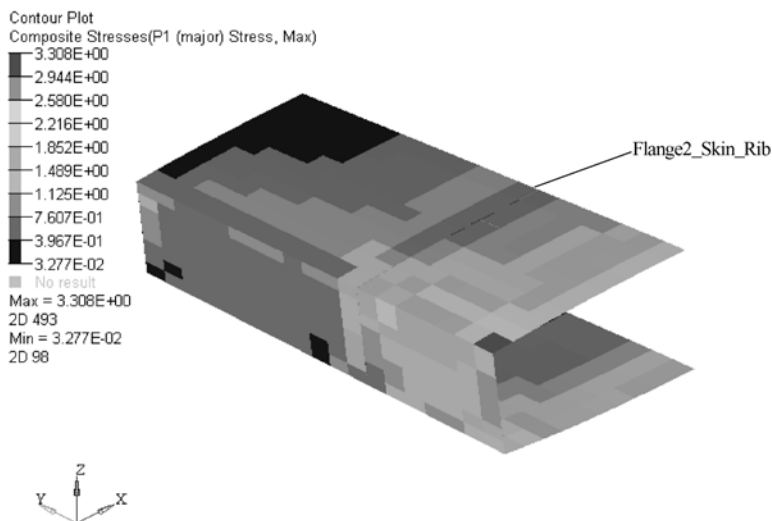

图 8-13 框架顶面的应力分布
(2) 单击 Close 按钮关闭信息窗口。
(3) 单击 Contour 面板工具栏 () 按钮。
(4) 单击 Result type: 下面的第一个开关，并选择 Composite Stresses (s)。
(5) 单击第二个开关，并选择 P1 (major) Stress。
(6) 在 Entity with layers 选择 3。
(7) 在 Averaging method: 下面区域选择 None。
(8) 单击 Apply 按钮。此时会标明模型所有 components 的第 3 层最大主应力位置。
(9) 单击  以查看模型，如图 8-13 所示。